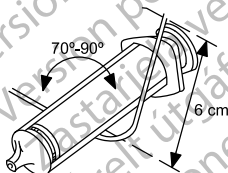

Figure 1. Courber le mandrin
2. Sélectionner le mandrin selon la fonction et la rigidité souhaitées. Si nécessaire, courber délicatement le mandrin à l'aide d'un instrument stérile, à surface lisse (p. ex., le corps d'une seringue de 10 ou 12 ml) (Figure 1 Courber le mandrin en page 14).